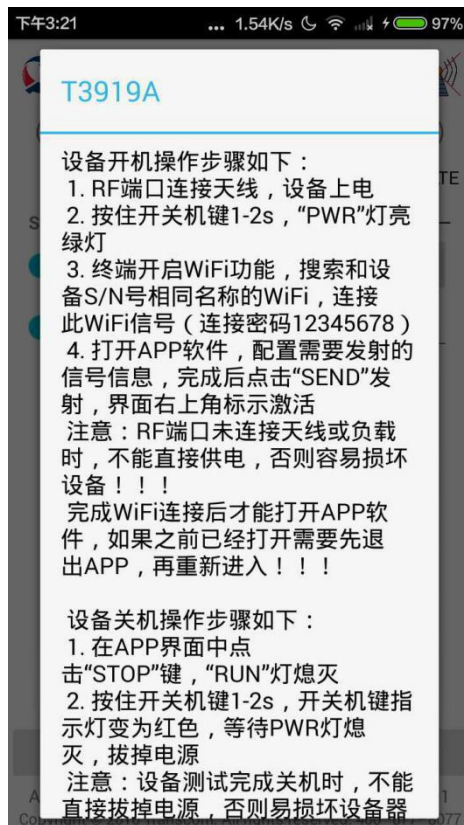

图 4 About 提示信息
- 配置提示标示：点击“About”会显示开、关机注意事项，内容如图 4 所示，